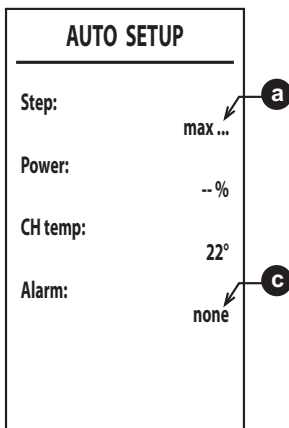

fig. 53
6. Después del encendido, el quemador se pone en modo calefacción a las distintas potencias (máx., med., mín.) indicadas por el punto **a** (fig. 53). Si la eliminación del calor de la instalación no es suficiente para hacer terminar el procedimiento, se puede activar una demanda de ACS **solo después de que se haya encendido el quemador**.
8. Si la secuencia de encendido descrita en el punto “6” no termina correctamente, se visualiza el mensaje **max_err** en el punto **a** y un código de error en el punto **c** (fig. 53).